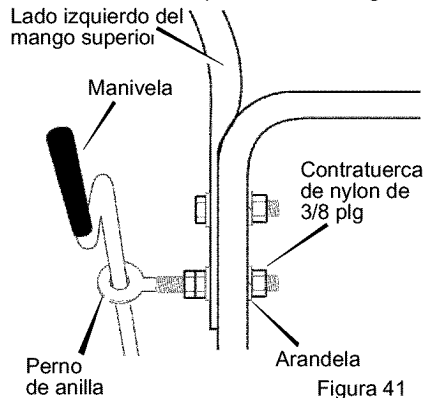

Figura 41
4. Retire los sujetadores y el perno de anilla de los agujeros inferiores del mango inferior. Vea la Figura 41.